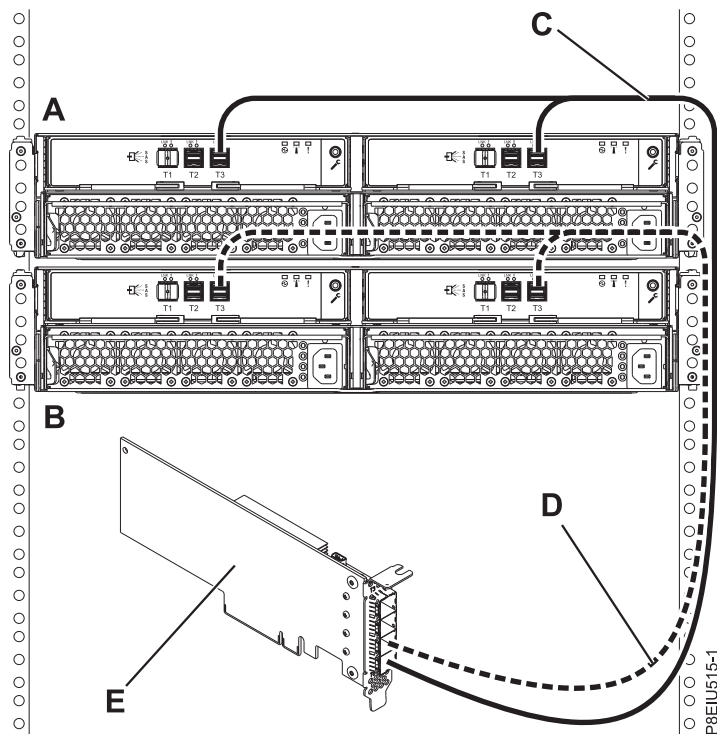

Abbildung 14. Modus 1-Anschluss von zwei ESLL- oder ESLS-Speichereinheiten mit YO12-Kabeln an einen einzelnen SAS-Adapter (FC EJ0J oder FC EJ0M)
14. Schließen Sie zwei Gehäuse im Modus 1 (**A und B**) mit YO12-Kabeln (**C und D**) an einen einzelnen SAS-Adapter (**E**) (FC EJ0J oder FC EJ0M) an., wie in Abb. 14 auf Seite 17 dargestellt. Fahren Sie anschließend mit „Kabel und Netzkabel anschließen und Abdeckungen installieren“ auf Seite 23 fort.